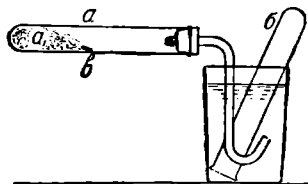

Рис. 10.
■ **Опыт 2.** Составьте прибор, как на рис. 10. Насыпьте в пробирку *a* углемедной соли (a_1), примерно, столько, сколько показано на рисунке, вставьте на место пробку с трубкой и укрепите пробирку в зажиме штатива. Вторую пробирку *b* наполните до краев водой, заткните пальцем, переверните, погрузите в воду и отнимите палец под водой. Таким же
образом погрузите в стакан еще одну пробирку. Когда все готово, начните нагревать углемедную соль. Нагревайте сначала в месте, обозначенном на рис. 10 буквой *в*, а затем постепенно подвигайте пламя к донышку пробирки. После того как из газоотводной трубки начнут выделяться пузырьки газа, выждите некоторое время, чтобы газ вытеснил из пробирки *а* находящийся там воздух, и затем соберите газ в пробирки над водой.